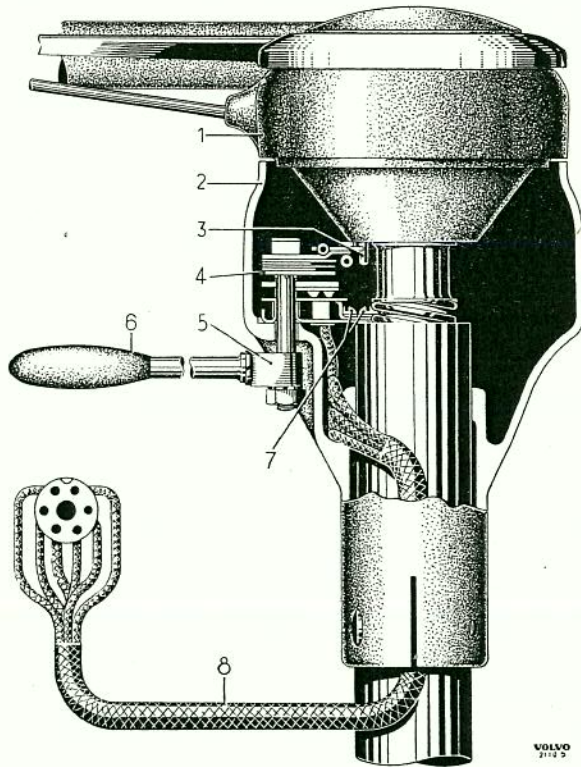

Bild 33. Körvisaromkopplare, sen. utf.
5. Skruva ur klämskruven (7 bild 33) helt och drag huset av rattroret. Tag bort omkopplare med ledning.
Fr. o. m. chassinr PV 444 26905 och PV 445 1991 är ett nytt hus med ny körvisaromkopplare monterad. Se bild 33 och 34.